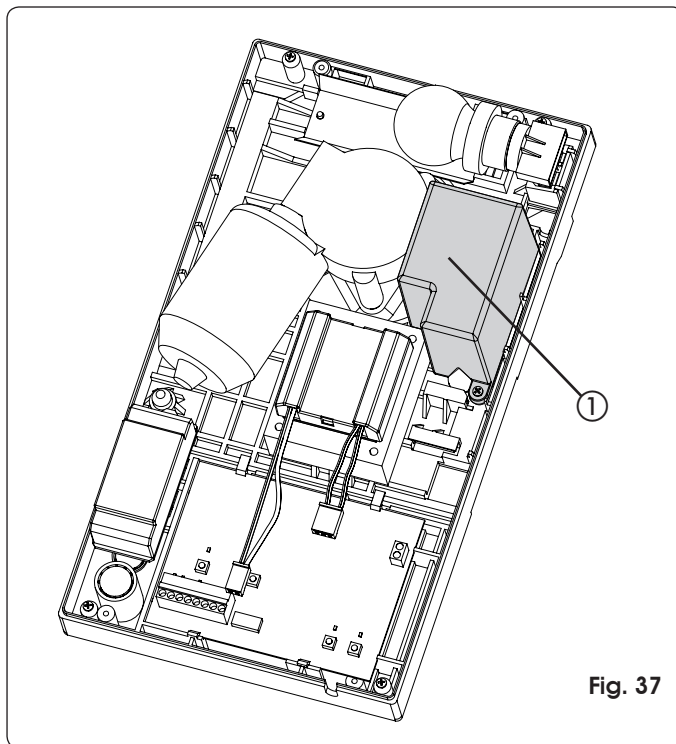

Fig. 37
El kit baterías tampón permite accionar la automatización cuando falta la alimentación de línea. El alojamiento de las baterías está previsto en el interior del operador (Fig. 37 ref. ①) por medio de un tornillo suministrado en dotación.